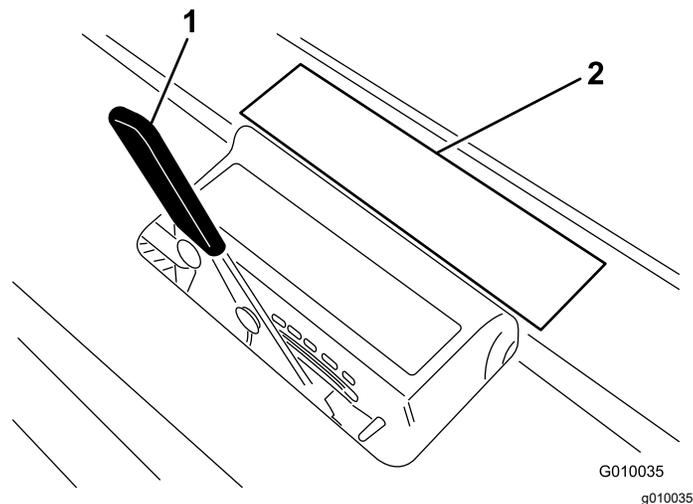

Bild 16
3. Legen Sie den Tines auf den Aufkleber für die Tinstiefe (Bild 16), wobei ein Ende auf die gewünschte Aerifiziertiefe ausgerichtet sein muss (siehe Tinesüberlagerung auf dem Aufkleber).